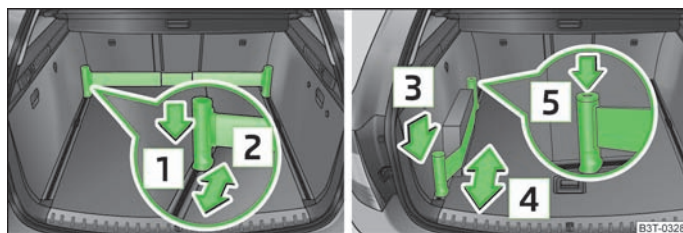

Fig. 77 Barre télescopique et sangle de serrage
- Appuyez sur la partie supérieure du support dans le sens de la flèche [1] » fig. 77 et pousser en même temps dans la position souhaitée dans le sens de la flèche [2].
- Appuyez sur le support dans le sens de la flèche [3] » fig. 77 et pousser en même temps dans la position souhaitée dans le sens de la flèche [4].
- Vous pouvez également dérouler complètement la sangle de serrage en appuyant sur la touche [5] » fig. 77.